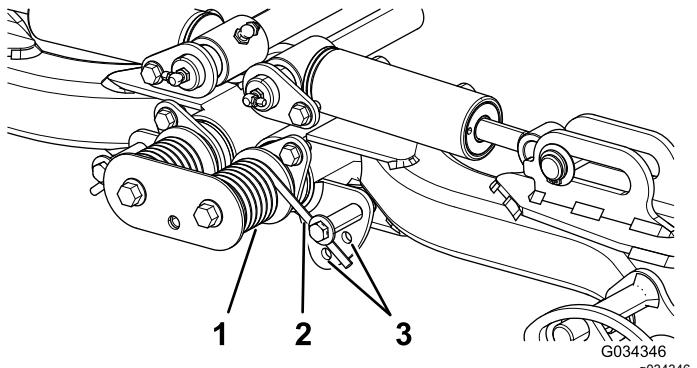

Figura 38
2. Infilate un tubo o un oggetto similare sull'estremità della molla lunga al fine di allentare la tensione della molla durante la messa a punto (Figura 38).
3. Mentre allentate la tensione della molla, togliete il bullone e il dado di bloccaggio che fissano l'attuatore della molla alla staffa (Figura 38).